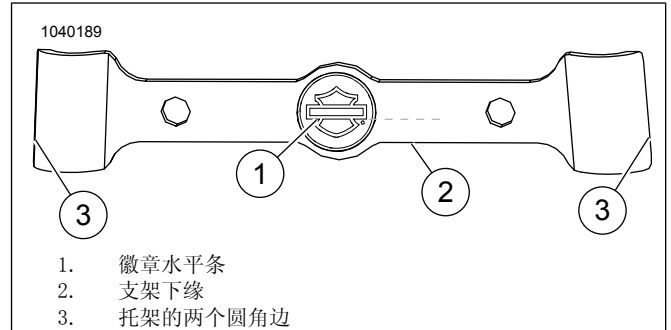

图2。徽章对准
参见图2。支架(3)两侧不对称。顶部宽度比底部宽度更窄。
参见图2。将徽章上的水平条(1)对准支架下缘(2)。两者必须互相平行。
- 参见图2。支架(3)两侧不对称。顶部宽度比底部宽度更窄。